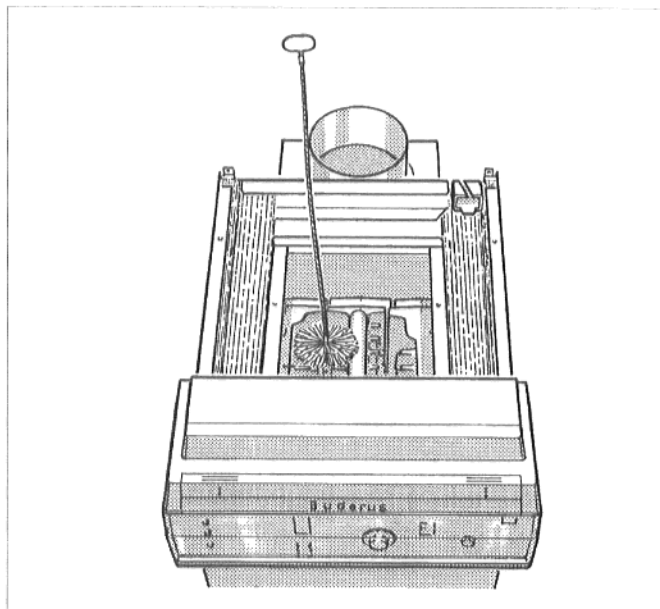

Рис. 23. Очистка щеткой
- Прочистить щеткой газоходы (рис. 23).